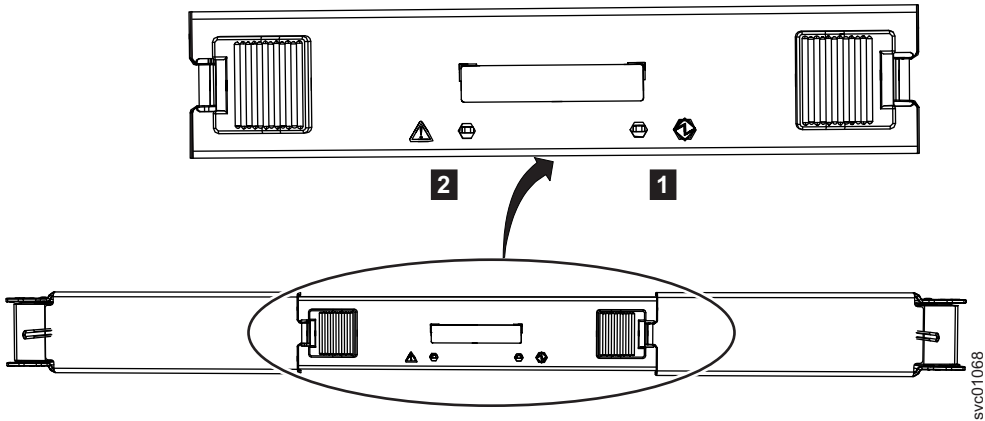

Abbildung 77. LEDs an sekundärem Erweiterungsmodul
2. Identifizieren Sie das sekundäre Erweiterungsmodul, das ausgetauscht werden soll. In Abb. 77 auf Seite 87 werden die LEDs am sekundären Erweiterungsmodul gezeigt.